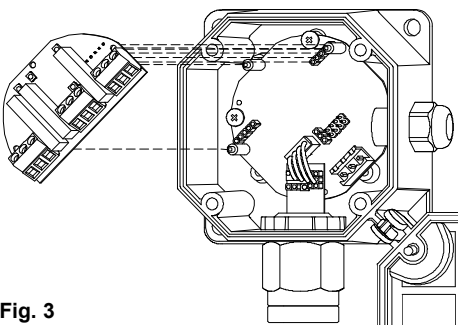
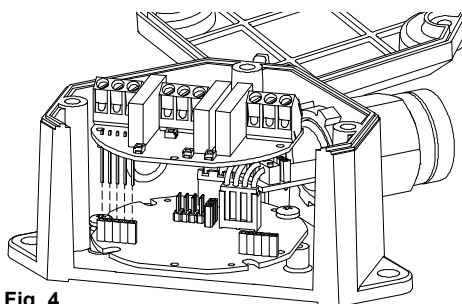

Fig. 3
Fig. 4
4. Inserire la scheda relè sul trasmettitore come indicato in Fig. 3, facendo attenzione di far coincidere le tre torrette, precedentemente inserite sul trasmettitore, con i tre fori presenti sulla scheda relè e di far coincidere il pin strip della scheda relè con il connettore presente sulla scheda base del trasmettitore, come indicato in Fig. 4.